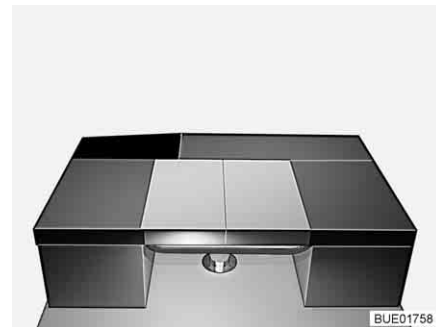

Fig. 135 Dopo la trasformazione
- Posizionare il cuscino dello schienale dei sedili laterali longitudinalmente sul tavolo (vedi Fig. 135).